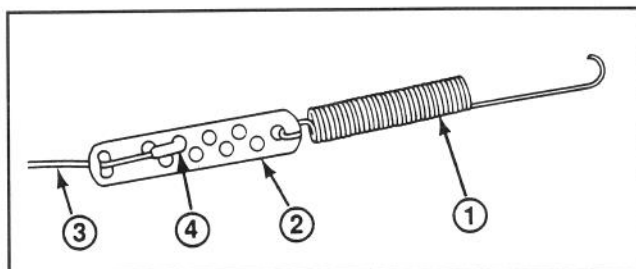

Figure 4
2. Accrochez le ressort dans le trou rond à l'extrémité de la barrette de réglage de câble (Fig. 4).
3. Passez le câble dans le trou allongé de la barrette de réglage. Insérez le crochet en Z de l'extrémité du câble dans le 3ième trou de la barrette (Fig. 4).